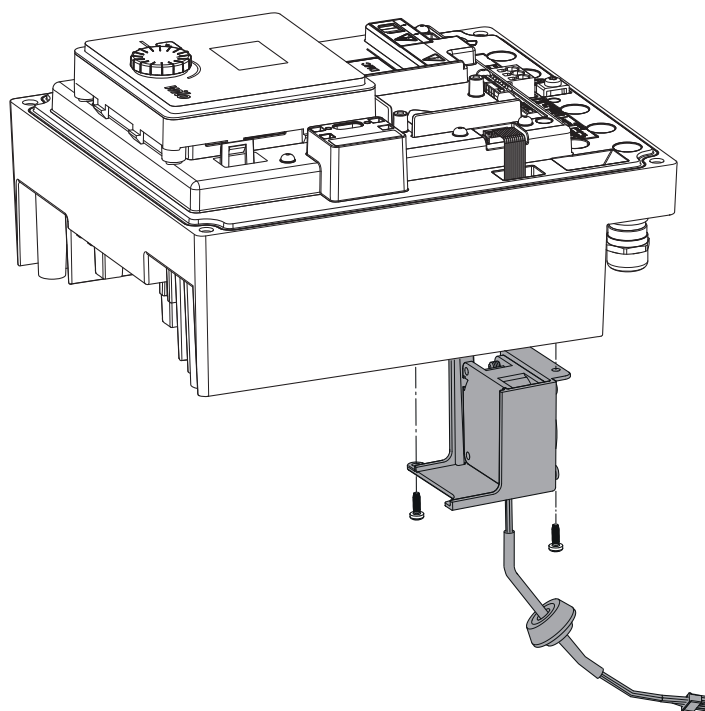

Fig. 45: Zdjąć wentylator modułu wraz z kablem i gumową uszczelką
- Otworzyć pokrywę modułu elektronicznego. (Fig. 45).